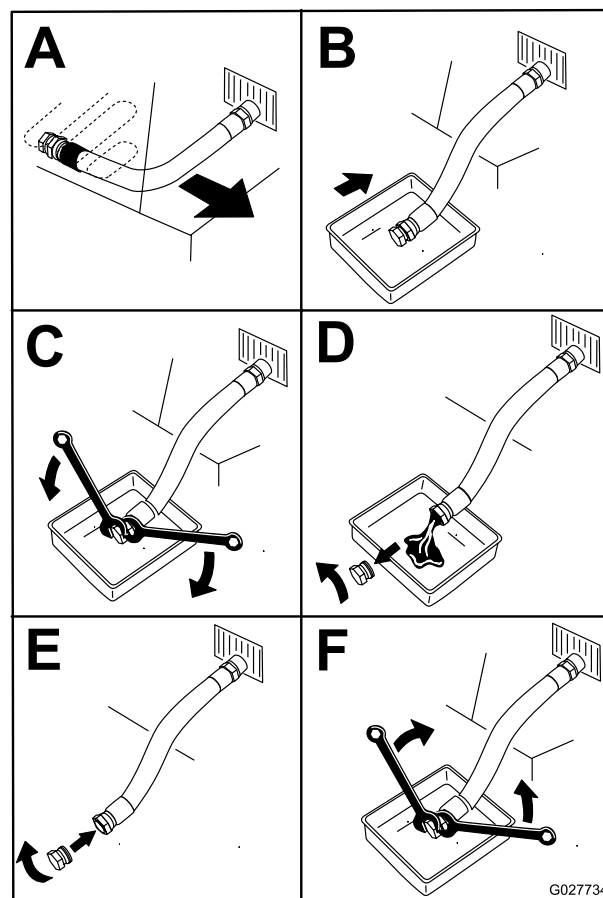

Figura 55
4. Prima di scendere dalla postazione di guida spegnete il motore, togliete la chiave di accensione e attendete che si fermino tutte le parti in movimento (Figura 55).